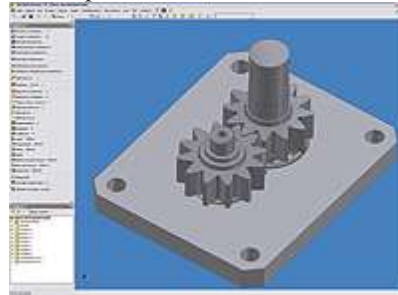

Рисунок 1
1. Для начала работы открываем файл сборки изделия Насос шестеренный.iam (см. Рисунок 1).